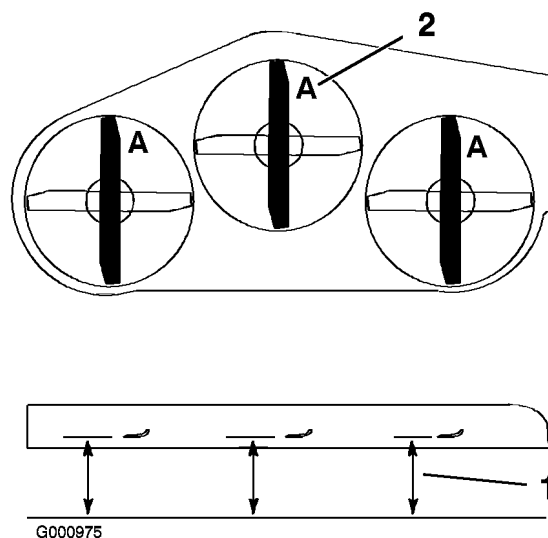

Bild 72
1. Drehen Sie die Schnittmesser, bis die Enden nach vorne und hinten gerichtet sind (Bild 72). Messen Sie von einer ebenen Fläche bis zu den Schnittkante (Position A) der Messer (Bild 72). Notieren Sie diesen Wert.